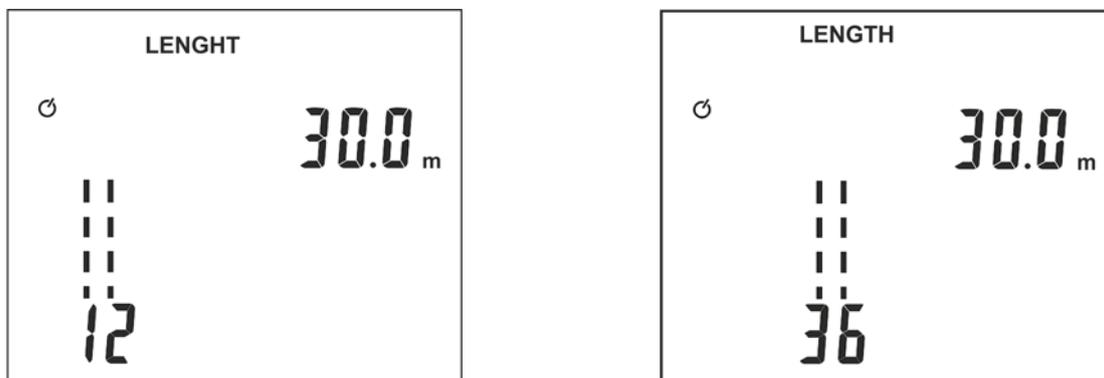

Fig. 14: Résultats de la mesure de longueur du câble
6. Appuyer sur le bouton **TEST/←** pour effectuer la mesure de longueur concernant la paire « 1-2 » pour câbles RJ45 et RJ11 (voir Fig. 14 – partie gauche) ou pour câbles COAX (voir Fig. 14 – partie droite)